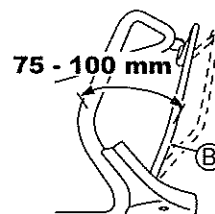

Fig. 25.
Réglez de telle façon que la machine fonctionne (l'embrayage s'engage) lorsque la distance entre le Levier d'embrayage (B) et la poignée est de 75 - 100 mm ainsi qu'illustré dans la Fig. 25.